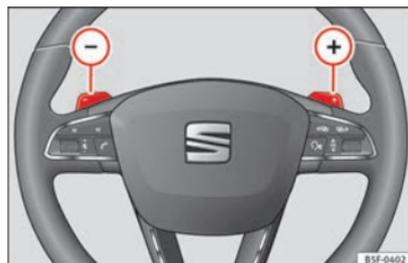

Fig. 160 Volant avec commandes pour boîte automatique.
- Poussez la commande droite de passage des rapports  vers le volant pour monter les rapports »» fig. 160.
- Poussez la commande gauche de passage des rapports  vers le volant pour rétrograder »» **fig. 160.**
Si dans le programme normal ou dans le programme sportif vous actionnez les commandes »» **fig. 160**, vous passerez provisoirement en mode « Tiptronic ». Si vous souhaitez sortir du mode « Tiptronic », appuyez sur la commande droite  vers le volant durant environ une seconde. Si les commandes ne sont pas actionnées durant un certain temps, le mode « Tiptronic » sera également désactivé.